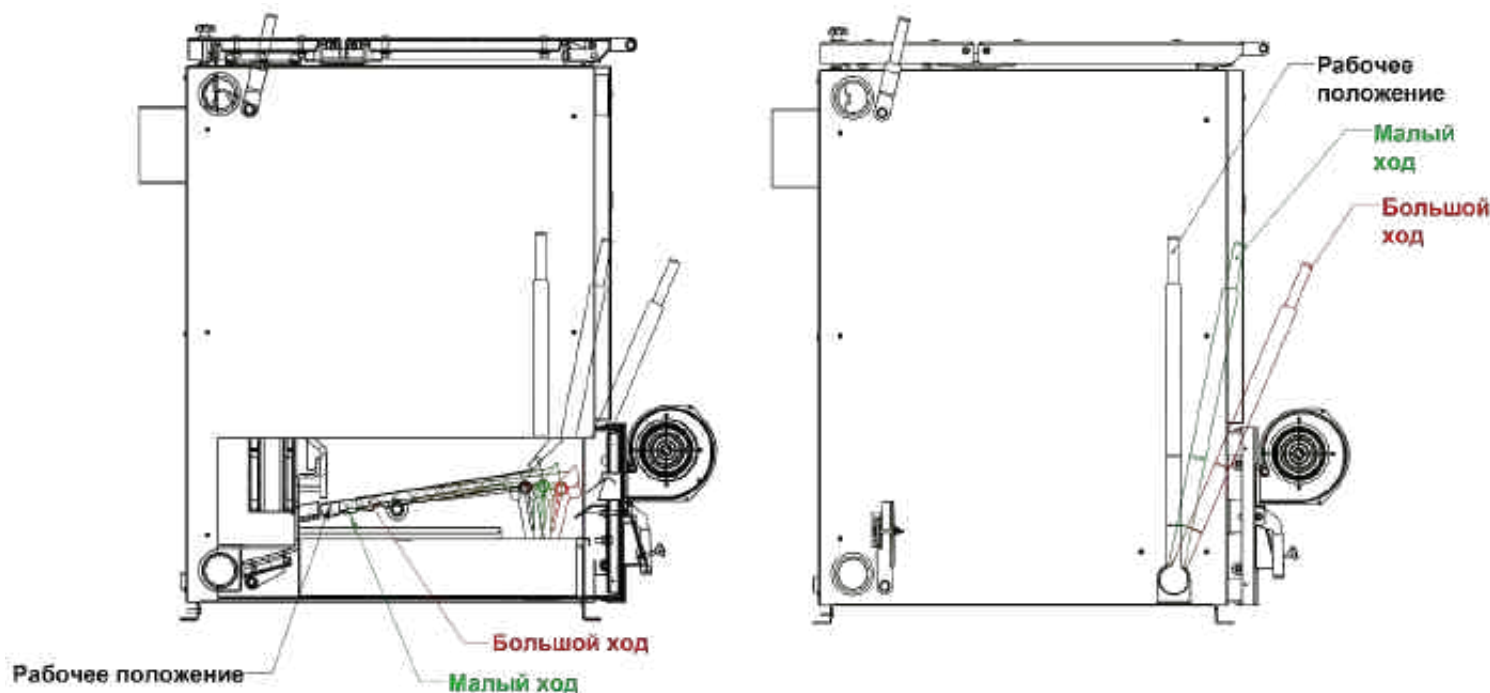

Рис. 14 Механизм привода колосников
При дозагрузке топлива необходимо удалить шлак и золу с колосников, а также разрыхлить спекшееся топливо путем большого (два щелчка вперед-два назад) либо малого хода (один щелчок вперед-один назад) механизма привода (рис.14).
4. Полностью открыть загрузочную дверцу (рис.2 поз.8). Разрыхлить угли механизмом привода колосников (шуровочным механизмом) (рис.14), сбросить шлак (очистить колосники) в зольный ящик, затем очистить зольный ящик и заполнить загрузочную камеру новой порцией топлива (рис.13).
6. Установить рычаг механизма привода колосников (шуровочного механизма) в рабочее положение (рис.14).